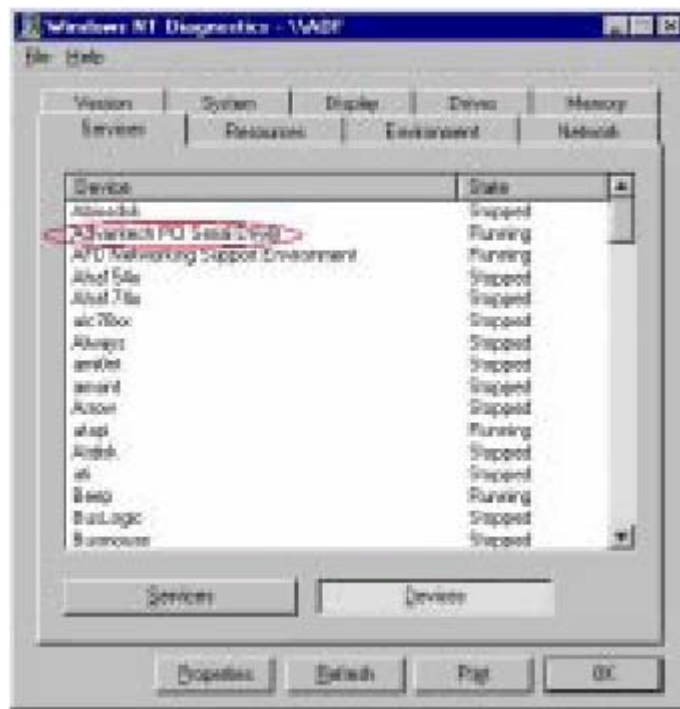

Figure 8 Windows NT Diagnostics utility
5. 您可以通过 Windows NT 诊断工具 看到驱动的运行状况. 在 Services 选项卡上, 可以看到 Advantech PCI serial driver 正在运行. 如 Figure 8 所示.